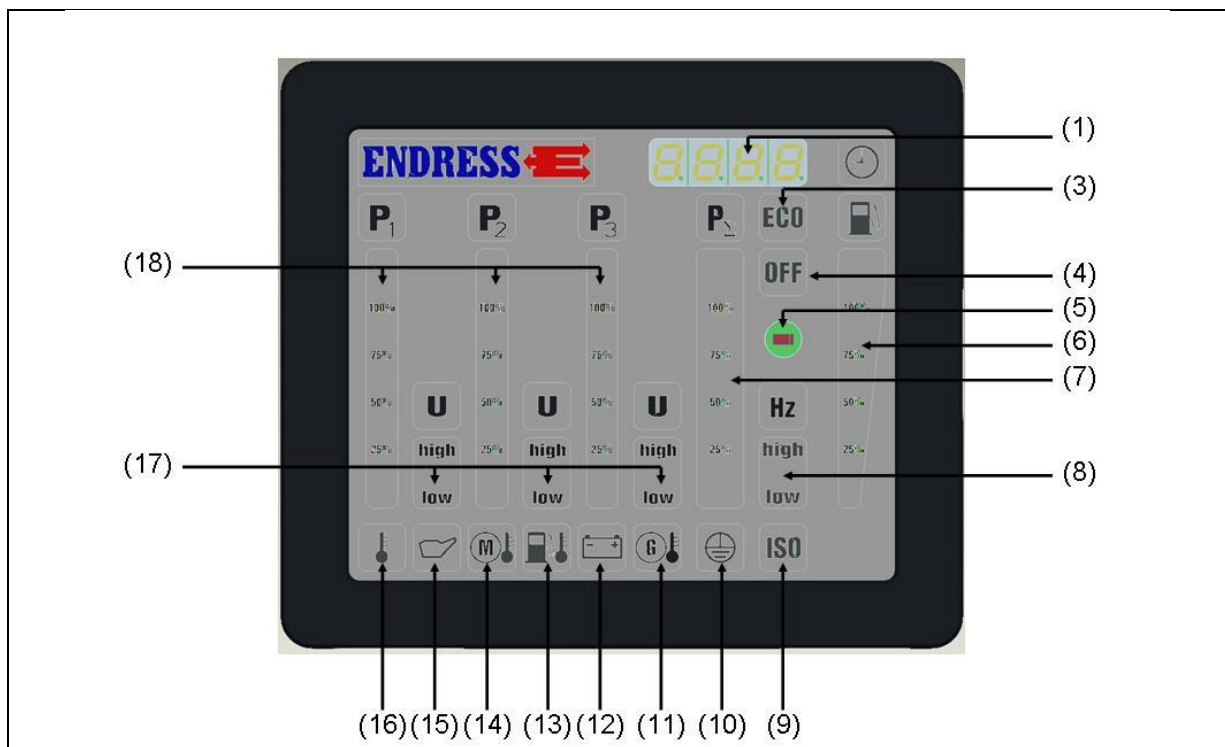

Abb. 5-2: Multifunktionsdisplay
- Betriebsstunden:** Anzeige (*siehe Abb. 5-2-(1)*) ist bei laufendem Gerät oder für 30 Sekunden aktiv, wenn START-STOP-Schalter in Pos. „Betrieb“ steht.
Relative Belastungsanzeige: Belastung (P_{Σ}) (*siehe Abb. 5-2-(7)*)
- ✓ Das Symbol am Display (siehe Abb. 5-2-(9)) zeigt das Ergebnis an:
- ✓ Das Symbol am Display (*siehe Abb. 5-2-(9)*) zeigt das Ergebnis an:
- ✓ Das Symbol am Display (*siehe Abb. 5-2-(9)*) und die Position des Leitungsschutzschalters zeigen das Ergebnis an:
- ✓ Das Symbol am Display (siehe Abb. 5-2-(9)) und die Position des Leitungsschutzschalters zeigen das Ergebnis an: